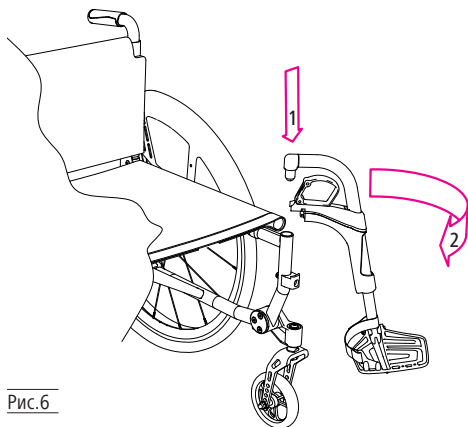

Рис.6
1. Вставте верхній штифт підніжки зверху в спеціально призначений для нього тримач на рамі (1, рис. 6).
2. Тепер поверніть підніжку вперед у напрямку руху. Ви відчуєте і почуєте клацання, коли вона стане на місце в кінцевому положенні (2, рис. 6).